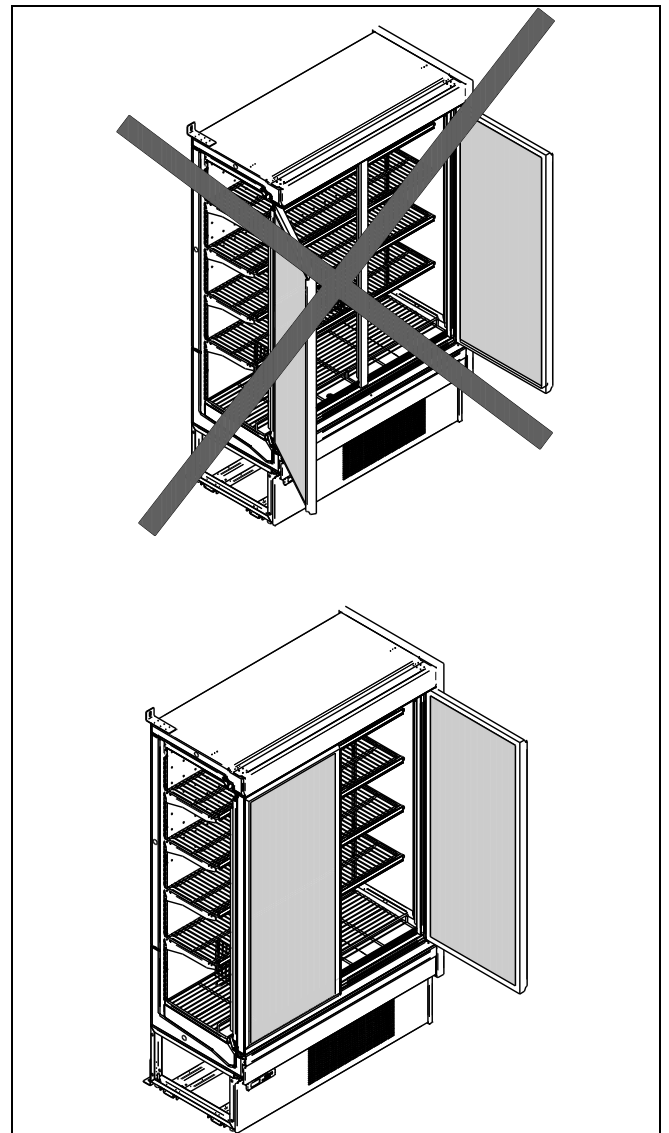

Fig.5D
- NON aprire tutte le porte contemporaneamente (Fig. 5D). Aprire una porta alla volta.